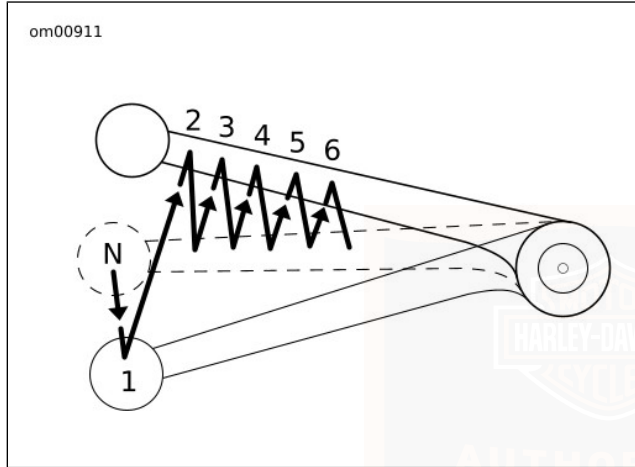

Figure 24. Séquence de changement de vitesse : Passage en vitesse supérieure
1. Voir Figure 24. Fermer la commande des gaz.